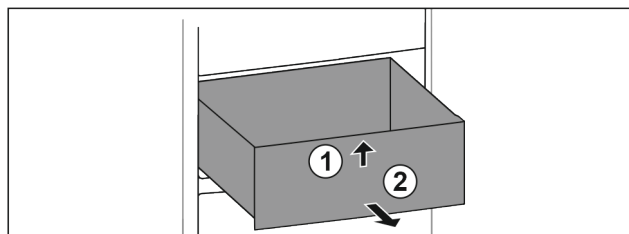

Fig. 102
- Sollevare il cassetto dal davanti. Fig. 102 (1)
- Rimuovere il cassetto tirandolo in avanti. Fig. 102 (2)